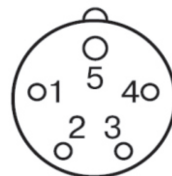

Рис. 4
**6.3** Для подключения к стационарной электросети, тепловентилятор комплектуется сетевой вилкой (установлена на корпусе тепловентилятора) и ответной сетевой розеткой. Кабель питания в комплект поставки не входит. Схема расположения контактов на вилке (Рис. 4).